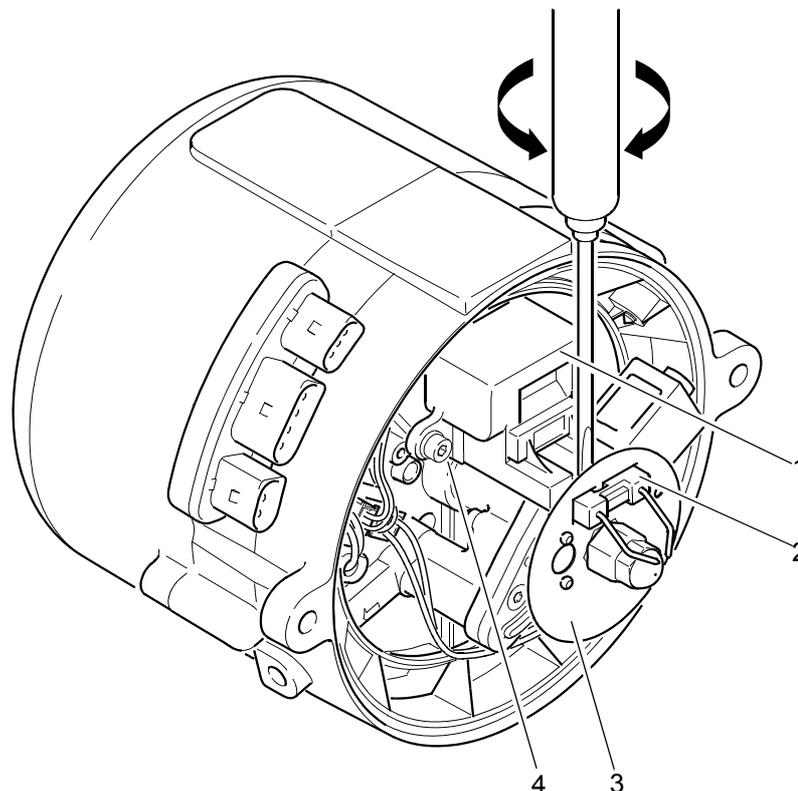
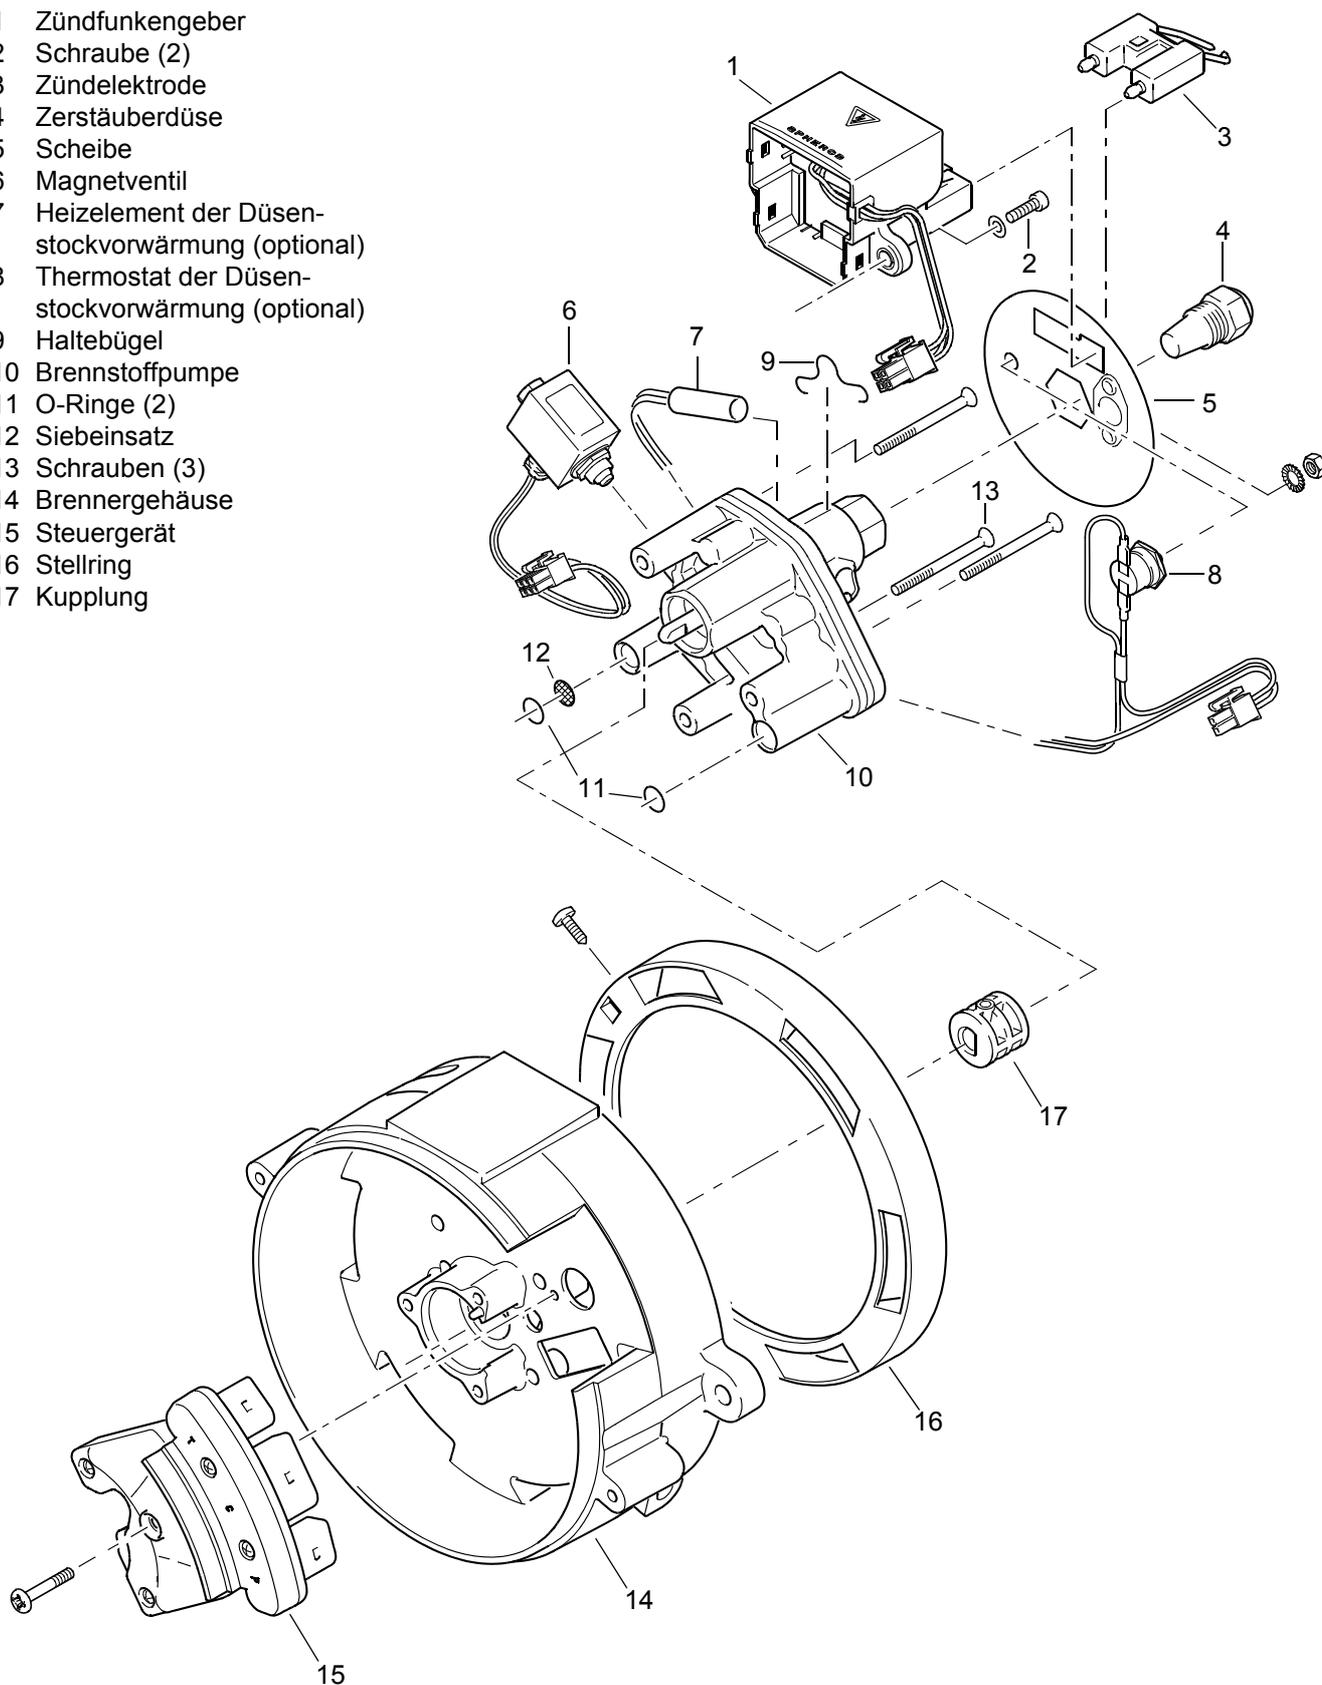
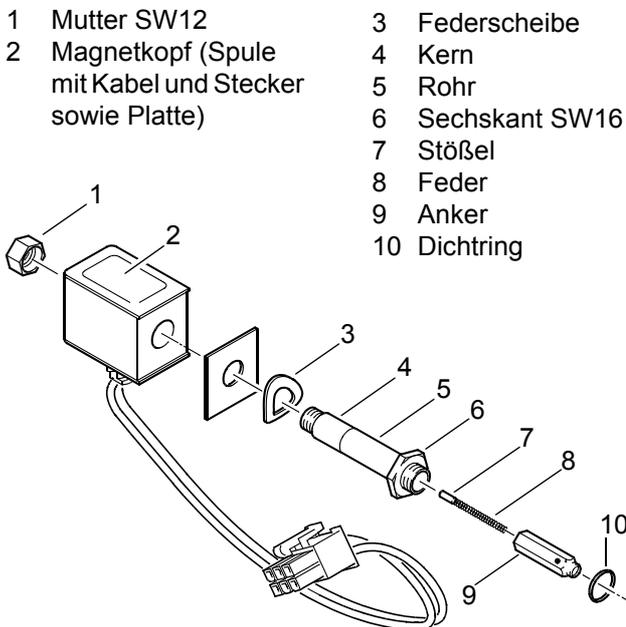

Abb. 804 Ausbau des Zündfunktenegebers / der Zündelektrode
Abb. 805 Aus- und Einbau von Komponenten
Abb. 806 Magnetventil
2. Zündelektrode (2, Abb. 804) mit Schraubendreher durch seitliches Verdrehen vom Zündfunktenegeber abhebeln und entfernen.
3. Scheibe (3) entfernen.
4. Schrauben (4) mit Sicherungsscheiben entfernen.
5. Zündfunktenegeber (1) abziehen und entfernen.
1. Zündfunktenegeber (1, Abb. 804) in Einbaulage bringen, anschlussgerecht aufstecken und mit Schrauben (4) befestigen.
2. Schrauben (4) mit 5 Nm +1 Nm anziehen.
3. Scheibe (5) auf den Düsenstock der Brennstoffpumpe (9, Abb. 805) aufstecken und gegenüber dem Flammwächter im Steuergerät (14, Abb. 805) und dem Zündfunktenegeber ausrichten.
4. Zündelektrode (2, Abb. 804) aufstecken.
2. Zündelektrode (2, Abb. 804) mit Schraubendreher durch seitliches Verdrehen vom Zündfunktengeber abhebeln und entfernen. (siehe Abb. 804)
4. Die Stecker des Magnetventils (6, Abb. 805) und der optionalen Düsenstockvorwärmung (7) am Steuergerät (15) abstecken.
5. Schrauben (13) entfernen.
6. Brennstoffpumpe (10) mit Magnetventil (6) abziehen und entfernen.
7. Gegebenfalls die Düsenstockvorwärmung (7) ausbauen. Dazu den Haltebügel (9) mit einem geeigneten Werkzeug vom Düsenstock entfernen.
8. Gegebenfalls Magnetventil (6) von der Brennstoffpumpe (10) abbauen (siehe 8.9).
1. Gegebenfalls Magnetventil (6, Abb. 805) an der Brennstoffpumpe (10) anbauen. (siehe 8.9)
2. Gegebenfalls die Düsenstockvorwärmung (7) einbauen und den Haltebügel (9) mit einem geeigneten Werkzeug wieder am Düsenstock befestigen.
3. Gegebenfalls neue O-Ringe (11) und neuen Siebeinsatz (12) an der Brennstoffpumpe (10) anbringen.
4. Kupplung (17) mit Magneten auf die Welle der Brennstoffpumpe (10) schieben.
2. Zündelectrode (2, Abb. 804) mit Schraubendreher durch seitliches Verdrehen vom Zündfunktengeber abhebeln und entfernen (siehe Abb. 804).
3. Scheibe (5, Abb. 805) entfernen.
4. Stecker des Magnetventils (6) am Steuergerät (15) abstecken.
5. Sechskant SW 16 (6, Abb. 806) des Magnetventils (6, Abb. 805) mit einem geeigneten Werkzeug von der Brennstoffpumpe (10) lösen und Magnetventil (6) abschrauben.
1. Dichtring (10, Abb. 806) zur Brennstoffpumpe ist zu erneuern. Auf richtige Einbaulage von Anker, Feder und Stößel achten (siehe Abb. 806).
2. Magnetventil (6, Abb. 805) an der Brennstoffpumpe (10) anbringen.
3. Den Sechskant SW 16 (6, Abb. 806) des Magnetventils mit einem geeigneten Werkzeug mit  $5 \text{ Nm} \pm 0,5 \text{ Nm}$  anziehen.
4. Stecker des Magnetventils (6, Abb. 805) am Steuergerät (15) anstecken.
5. Scheibe (5) auf den Düsenstock aufstecken und gegenüber dem Flammwächter im Steuergerät (15) und dem Zündfunktengeber (1) ausrichten.
6. Zündelectrode (3) aufstecken.
Wurde die Mutter SW 12 (1, Abb. 806) gelöst, so ist sie mit einem Drehmoment von  $1,5 \text{ Nm} + 0,3 \text{ Nm}$  festzuziehen und anschließend mit Siegelack zu sichern.
2. Zündelectrode (2, Abb. 804) mit Schraubendreher durch seitliches Verdrehen vom Zündfunktengeber abhebeln und entfernen.